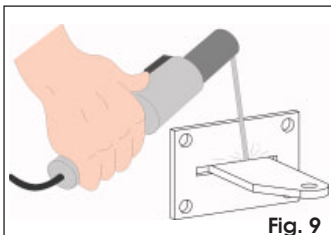

Fig. 9
- Fije la brida posterior a la placa introduciéndola en la correspondiente ranura (Fig. 9).